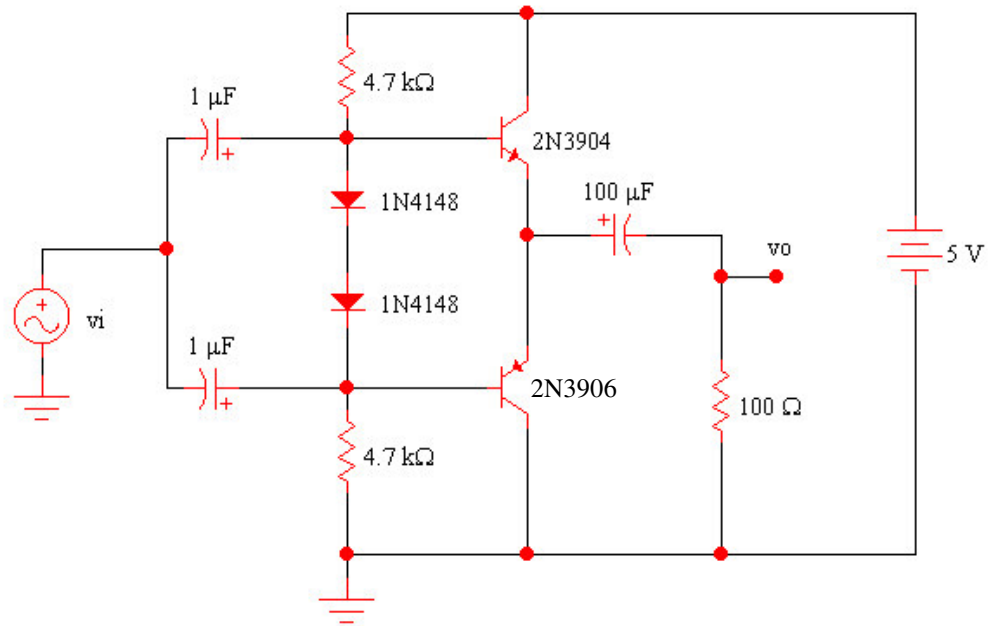

Figura 3 - Circuito amplificador push-pull modificado.
6. Repita o item 1, porém agora substitua os resistores de 680Ω por diodos, conforme mostra a figura 3.